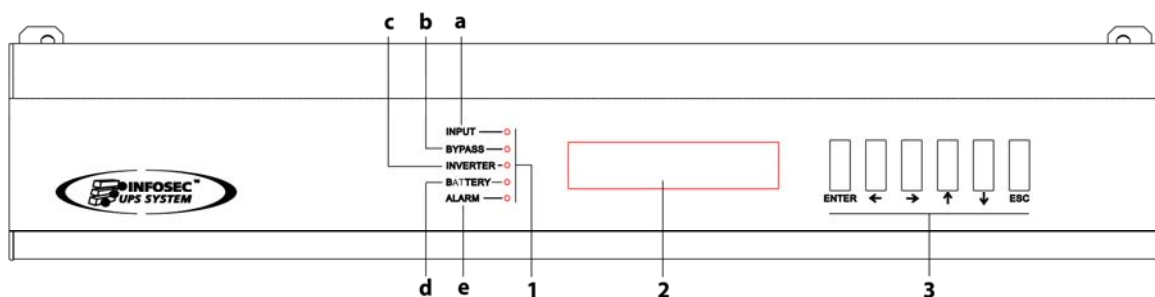

Fig.19. Indications des DEL du panneau de commande (PC)
À ce point, aucune alarme n'étant active, les indications des voyants, verte pour tension d'entrée correcte et orange pour le mode by-pass, s'affichent ((a), (b) sur fig. 19).
Démarrez l'onduleur. L'opération de démarrage va s'effectuer grâce au clavier du panneau de commande ((3) sur la fig. 19). Allez dans le sous-menu « CONTROL & STATUS OF THE UNIT » (Commande et état de l'unité, écran 1.0), et cliquez à droite une seule fois. L'écran 1.1 s'ouvre vous demandant de démarrer l'unité en appuyant sur (ENT). Faites-le, et confirmez en appuyant à nouveau sur (ENT). Voir le diagramme de l'écran suivant (fig.18).
- Assurez-vous, avant de continuer, que le voyant lumineux (c) « Onduleur en marche » est allumé (vert), et que (b) « Unité en by-pass » est sur OFF (voir fig. 19). Sinon, veuillez prendre contact avec le service d'assistance technique.
- Arrêtez l'onduleur. Allez dans le sous-menu (écran 1.0) « CONTROL & STATUS OF THE UNIT » (Commande et état de l'unité), voir Fig. 19, et cliquez à droite une seule fois. L'écran 1.3 va s'ouvrir vous demandant d'arrêter l'unité en appuyant sur (ESC). Faites-le, et confirmez en appuyant à nouveau sur (ENT), voir Fig. 18.
- Arrêtez l'onduleur à l'aide du panneau de contrôle. Allez dans le sous-menu (écran 1.0) « CONTROL & STATUS OF THE UNIT » (Commande et état de l'unité), voir Fig. 19, et cliquez à droite une seule fois. L'écran 1.3 va s'ouvrir vous demandant d'arrêter l'unité en appuyant sur (ESC). Faites-le, et confirmez en appuyant sur (ESC). Faites-le, et confirmez en appuyant à nouveau sur (ENT), voir Fig. 18.
- Retirez les vis de fixation du blocage mécanique (BL).
- Retirez le blocage mécanique (BL) du commutateur de by-pass manuel (Q5) et fermez-le ("ON").
- Démarrez l'onduleur. Allez dans le sous-menu (écran 1.0) « CONTROL & STATUS OF THE UNIT » (Commande et état de l'unité), voir Fig. 19, et cliquez à droite une seule fois. L'écran 1.1 va s'ouvrir vous demandant de démarrer l'unité en appuyant sur (ENT). Faites-le, et confirmez en appuyant à nouveau sur (ENT). Voir le diagramme de l'écran suivant (Fig.18).